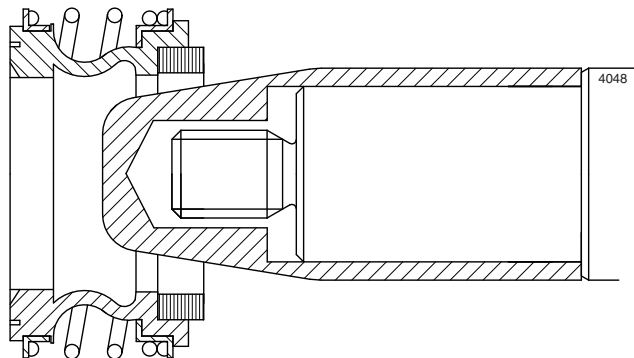

Abbildung 11: Spezielle Montagehülse.
- *Spezialwerkzeug: Die Montage der Gleitringdichtung ist einfacher, wenn Sie eine spezielle konische Montagehülse verwenden. Auf diese Weise werden die scharfen Kanten der Welle abgedeckt, sodass die Gefahr, die Dichtung bei der Montage zu beschädigen, geringer wird. Siehe Abbildung 11.*